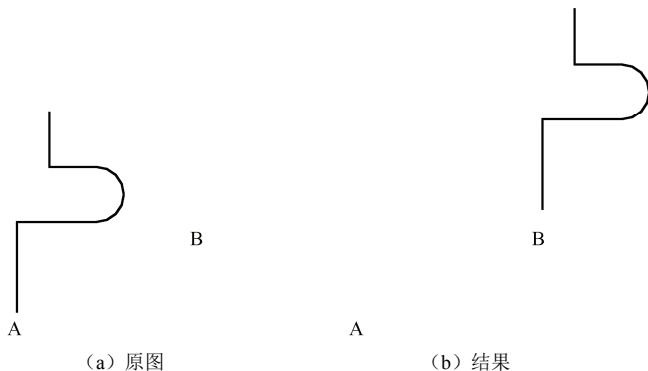

图 4-27 移动示例
**【例 4.13】** 打开“图 3-22.dwg”, 将图 4-27 (a) 的图形从 A 点移到 B 点。
结果如图 4-27 (b) 所示。